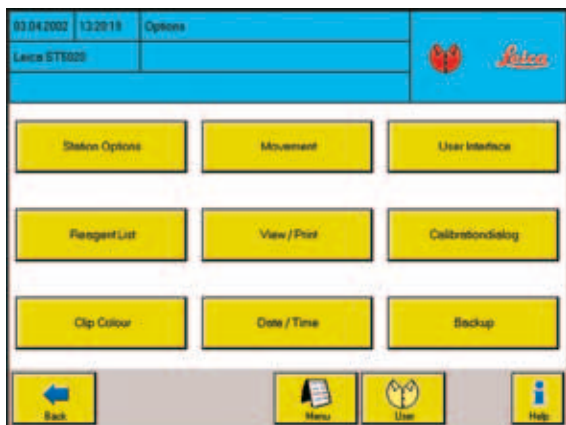

Рис. 49
- Индикация на экране и функциональность станций идентичны информации, отображаемой на экране **INSTRUMENT STATUS** (см. рис. 49).